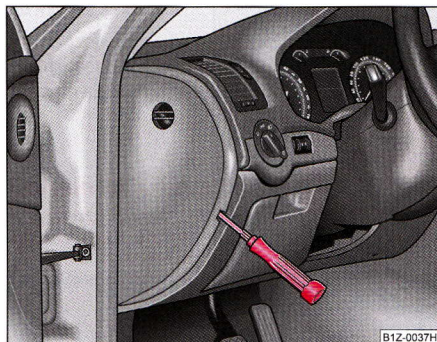

Fig. 217 Capacul suportului de siguranțe: Tabloul de bord, lateral
- Îndepărtați capacul de siguranță de pe lateralul tabloului de bord cu ajutorul unei șurubelnițe ⇒ fig. 217, resp. capacul cutiei cu siguranțe din compartimentul motorului ⇒ pagina 288.